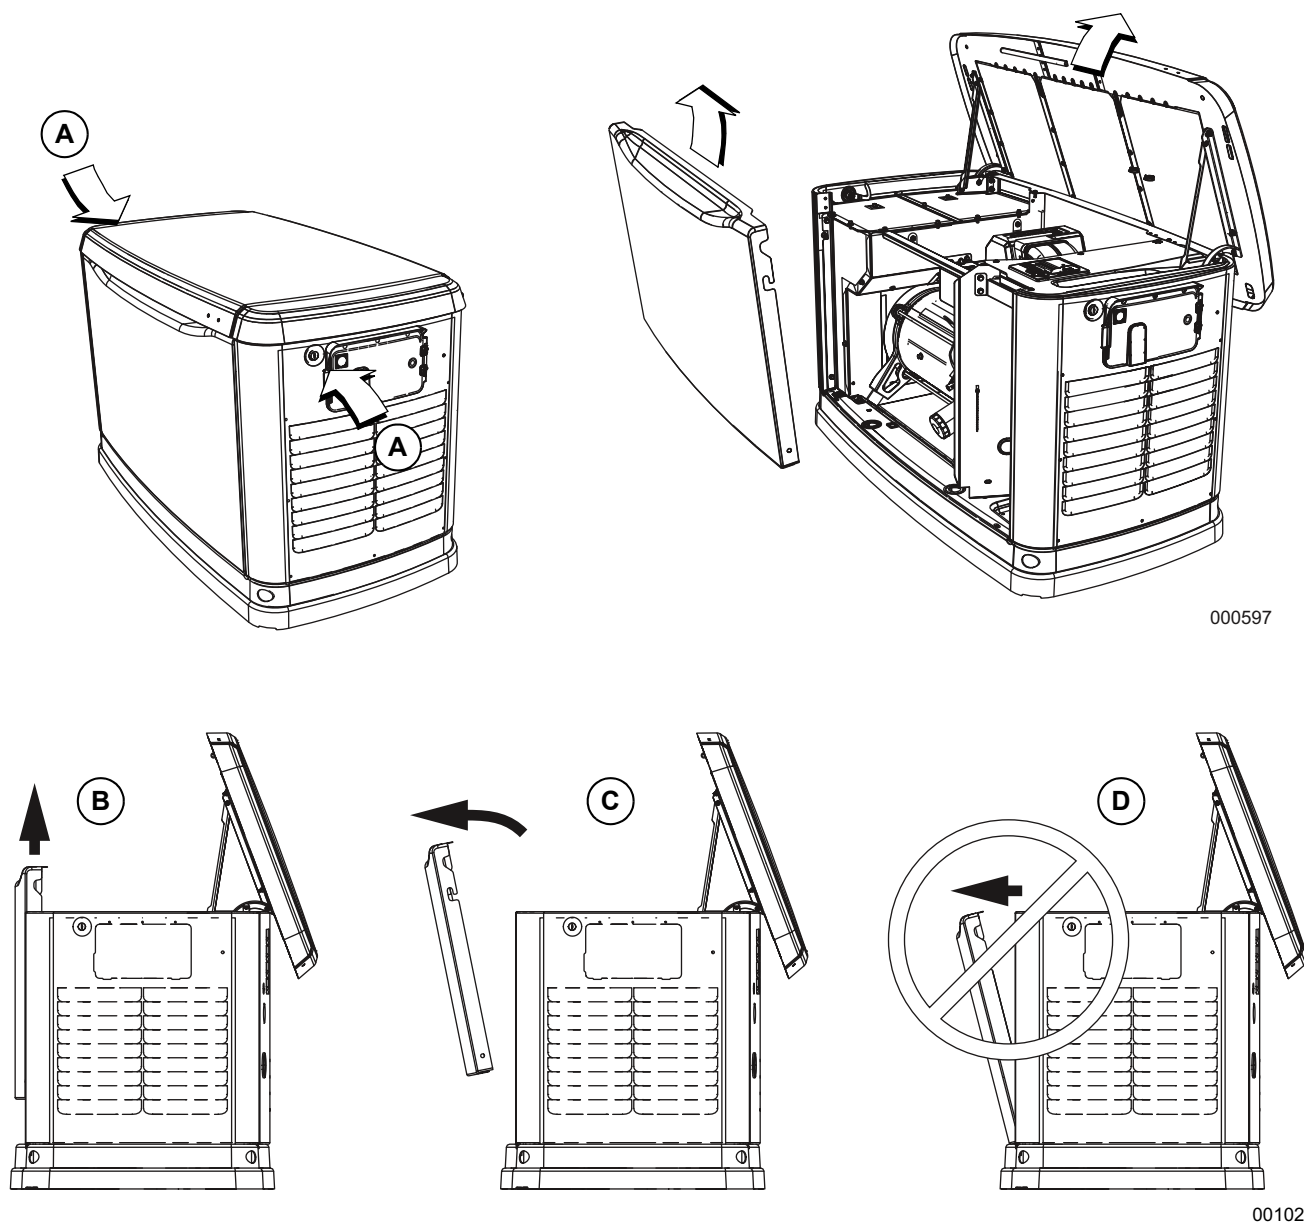

Figure 3-3. Emplacement des verrous latéraux et retrait du panneau frontal
3. Deux verrous ferment le couvercle, un de chaque côté (A dans Figure 3-3). Pour ouvrir le couvercle correctement, appuyez sur le couvercle à l'endroit des verrous latéraux et déverrouillez-les
REMARQUE : Soulevez toujours le panneau d'accès frontal avant de le retirer du boîtier (B et C dans Figure 3-3). Ne retirez pas le panneau du boîtier avant de le soulever (D dans Figure 3-3).